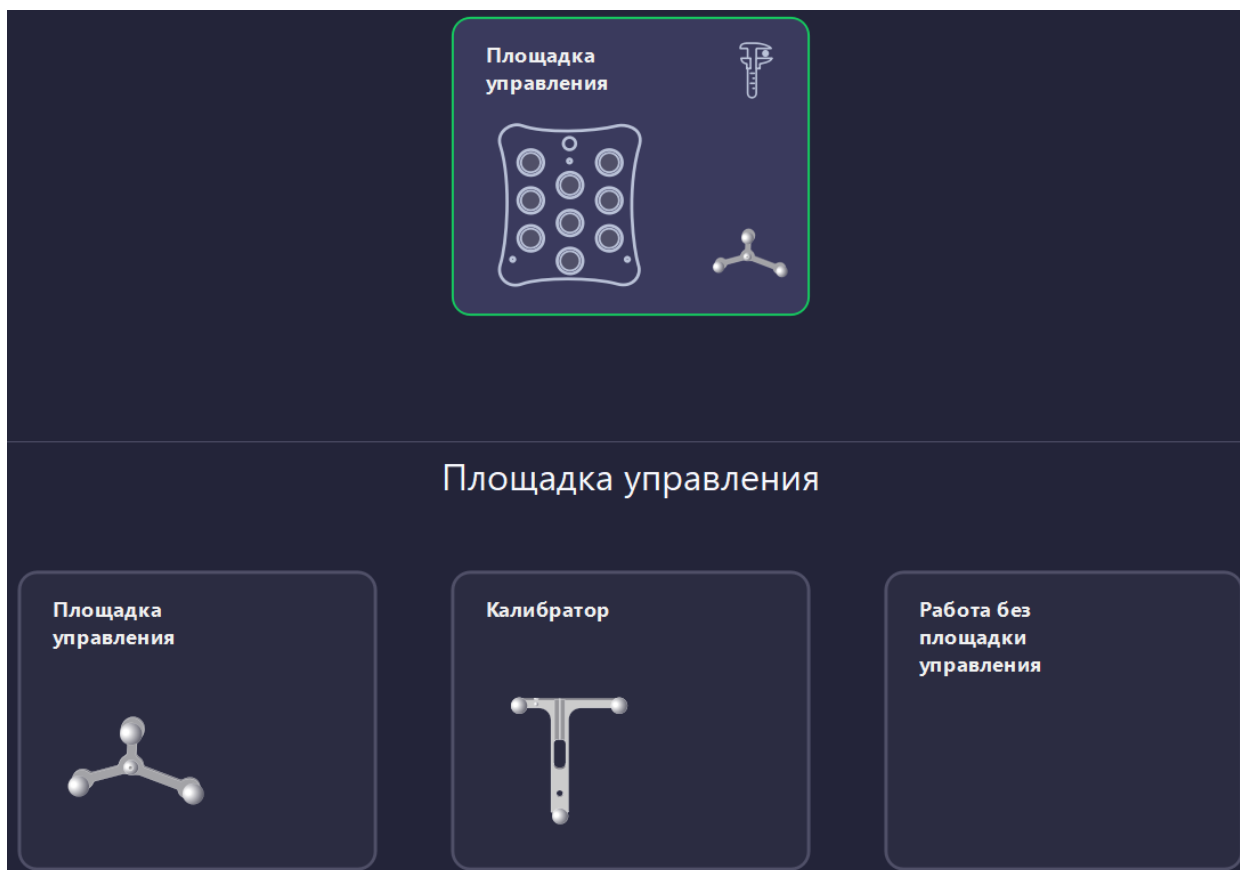

Рисунок 152 – Выбор площадки управления
1. В блоке площадки управления выбрать базисную систему сфер (рисунок 152). Выбранный базис должен соответствовать базису, установленному на мачте совместно с площадкой управления. При этом станет доступным меню калибровки в блоке инструмента (рисунок 164).